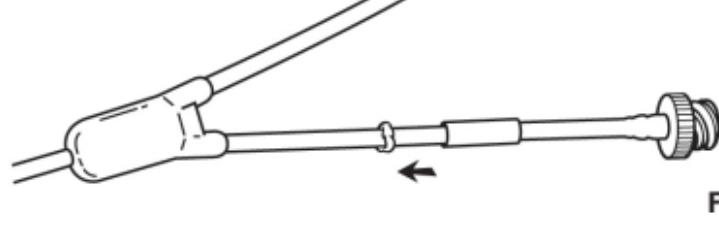

Fig. 14
5. Deslizar la cánula metálica del extremo del tubo de recambio totalmente dentro del tubo de prolongación (Fig. 14).